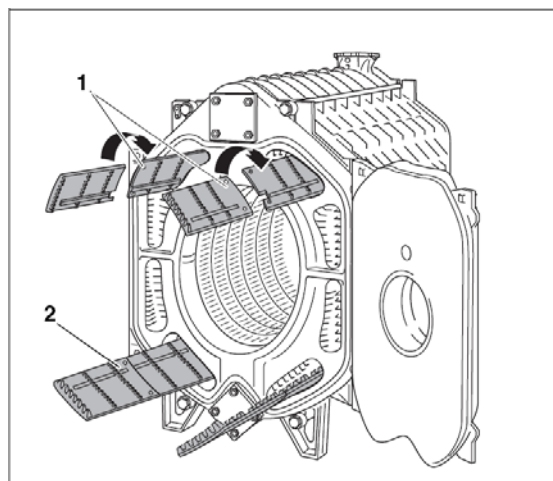
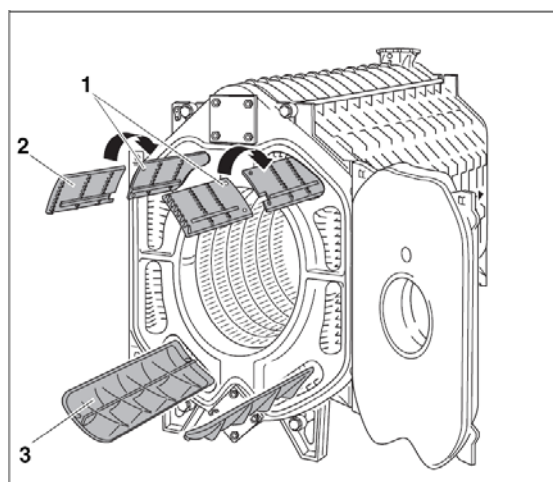
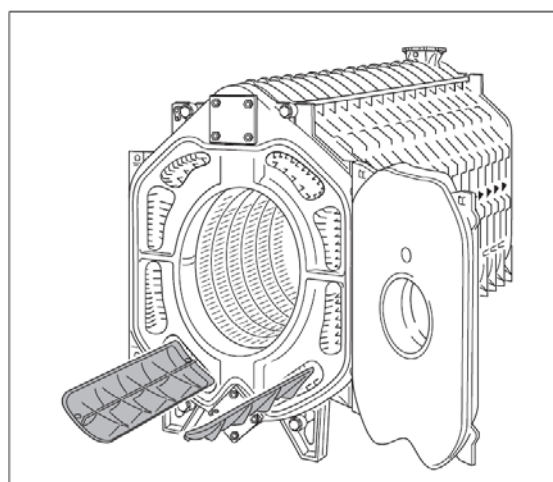

Fig. 29 Visas: Panna med 9 sektioner
Fig. 30 Visas: Panna med 13 sektioner
Fig. 31 Visas: Panna med 15 sektioner
Man skiljer retarder med **segelprofil** (Fig. 30, **pos. 2**) och med **vågprofil** (Fig. 30, **pos. 3**).
- Ta upp retarderna ur boxen med beslag, och lägg in dem i **rökgångarna** med hänsyn till den förtryckta texten (se också Fig. 29, Fig. 30, Fig. 31 och tabellen på nästa sida).
Retarderna med segelprofil är tvådelade. När du lägger plattor med segelprofil i ett rökgång, ska du alltid se till att de två platta delarna häktar in i varandra (Fig. 29, **pos. 1**) och (Fig. 30, **pos. 1**)! På Fig. 29 visas också de sammanhäftade plattdelarna (Fig. 29, **pos. 2**).